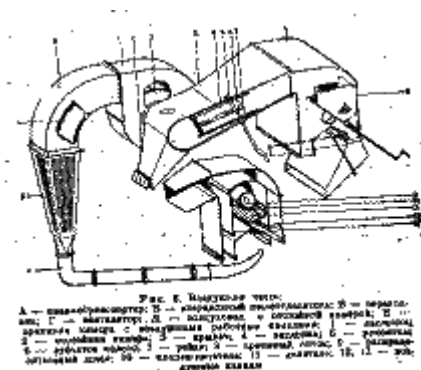

Рис. 8. Воздушная часть:
4.4. Приемная камера (Е, рис. 8) образована пространством между двумя вертикальными воздушными каналами 12 и 13.
4.5. Воздушная часть машины (рис. 8) состоит из вертикальных воздушных каналов, рассмотренных в п. 4.4, воздуховода Д с отстойной камерой 2, вентилятора Г, переходника В, инерционного пылеотделителя Б, пневмотранспортера А.